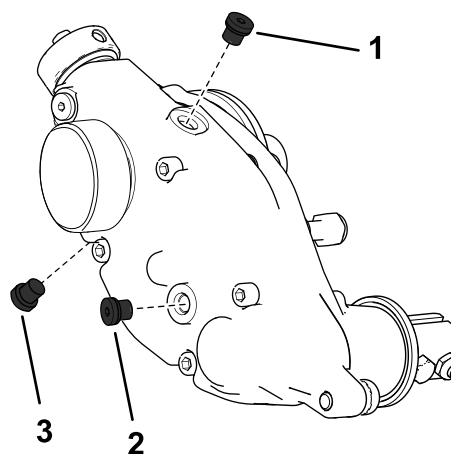

図 22
- ハウジングの下にあるドレンプラグを抜く 図 22。
- ハウジングの側面にあるオイル補給プラグと上部にある通気プラグを抜いてオイルを抜けやすくする 図 22。
7. ドレンプラグを取り付ける 図 22。